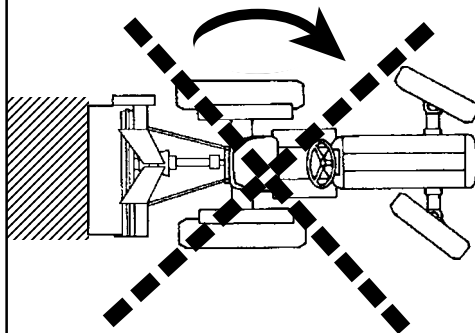
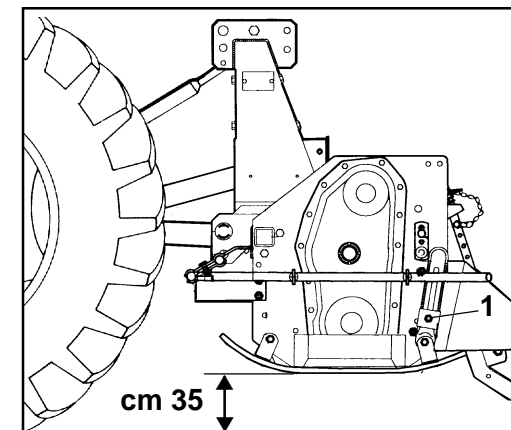

Fig. 12
Fig. 14
Evitare di far girare a vuoto (fuori del terreno) la zappatrice. Durante il lavoro evitare di effettuare curve con la macchina interrata, ne tantomeno lavorare in retromarcia (Fig. 12, 13). Sollevarla sempre per i cambiamenti di direzione e le inversioni di marcia. Durante il trasporto, od ogni qualvolta si renda necessario il sollevamento della zappatrice, è opportuno che il gruppo di sollevamento del trattore venga regolato in modo che la zappatrice stessa non sia sollevata da terra per più di 35 cm circa (Fig. 14). Evitare di immettersi su strade pubbliche con la macchina sporca di terra, erba o quant'altro che produca sporcizia e/o intralcio al traffico stradale.
Never allow the steering hoe to operate out of the soil. During work, avoid turning corners while the implement is soil working. Never work in reverse (Fig. 12, 13). Always raise the implement in order to reverse or change direction.
During transport, or whenever the implement must be raised, it is advisable to adjust the lift unit of the tractor so that the implement itself is not raised more than about 35 cm from the ground (Fig. 14).
Vermeiden Sie es, die Hackfräse unbelastet (außerhalb der Erde) laufen zu lassen. Wenn das Gerät unterirdisch arbeitet, keine Kurven fahren und auch nicht rückwärts fahren (Abb. 12, 13). Das Gerät zum Ändern der Richtung und zum Wenden immer ausheben. Während des Transportes, jedesmal wenn das Ausheben des Gerätes erforderlich wird, sollte der Kraftheber des Schleppers immer so eingestellt werden, daß das Gerät nicht mehr als circa 35 cm Abstand vom Boden aufweist (Abb. 14).
Évitez de faire tourner l'appareil à vide (hors du sol). Pendant le travail évitez les virages quand la houe est enterrée ou bien en marche arrière. Relevez toujours l'appareil lors des changements de direction et des inversions de marche (Fig. 12, 13). Pendant le déplacement et chaque fois qu'il faut relever la houe, veillez à ce que le groupe de relevage du tracteur soit réglé de manière à la soulever au moins de 35 cm (Fig. 14).
Evitar hacer girar en vacío (no apoyada sobre el terreno) la binadora. Durante el trabajo evitar efectuar curvas con la máquina enterrada y no trabajar marcha atrás. Alzarla siempre para cambiar de dirección y para las inversiones de marcha (Fig. 12, 13).
Durante el transporte, cada vez que se hace necesario alzar el equipo, es conveniente que el grupo de elevación del tractor se regule en modo tal que el equipo mismo no se alce desde el suelo más de 35 cm aprox. (Fig. 14).
**Zappatrici con slitte:** per regolare la profondità nelle zappatrici con slitte, è necessario allentare la vite di registro (1 Fig. 14), alzare o abbassare la slitta nella posizione desiderata, riavvitare poi la vite di registro. Questa operazione va effettuata su tutte e due le slitte e varia a seconda del terreno.
*Machine with skids: to adjust working depth on this type of machine you must loosen the adjustment screw (1 Fig. 14) and raise or lower the skid the desired amount. Then retighten the screw. Both skids should be subjected to this operation which will vary according to the type of soil.*
**Maschine mit Schlitten:** um die Arbeitstiefe der Maschine mit Schlitten zu bestimmen, ist es notwendig die Stellschraube zu lockern (1 Abb. 14), den Schlitten im gewünschten Maße zu heben oder zu senken, und die Stellschraube wieder anzuziehen. Diese Vorgang ist auf beiden Kufen vorzunehmen und hängt von der Bodenbeschaffenheit ab.
*Machine avec patins: pour régler la profondeur sur les machines avec patins, desserrer la vis de réglage (1 Fig. 14), soulever ou abaisser les patins à la mesure désirée et revisser la vis de réglage. Cette opération doit être effectuée sur les deux patins et varie selon le sol.*
**Màquinas con correderas:** para ajustar la profundidad en las máquinas con correderas, hace falta quitar el perno de registro (1 Fig. 14), subir o bajar las correderas de la misma deseada y volver a introducir el perno en su agujero. Esta operación se efectúa sobre ambas correderas y varia de acuerdo al terreno.